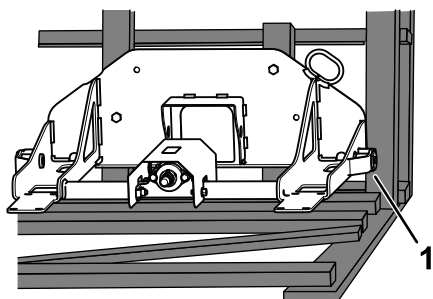

Figura 10
1. Retire los pernos que sujetan el conjunto de placa de soporte al embalaje de transporte (Figura 10).